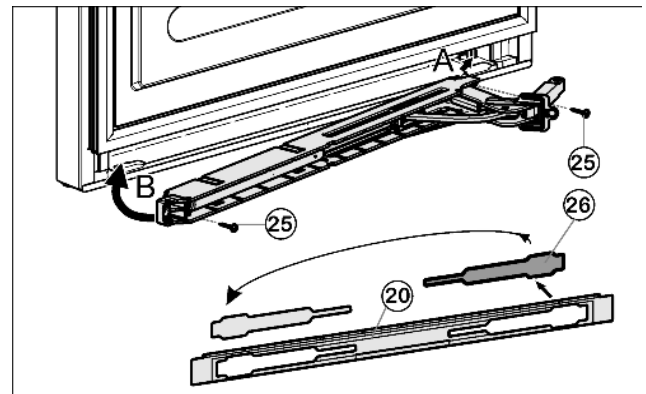

Рис. 13
- Насадите дверь на опорные болты Рис. 13 (42).
- Выньте защитную крышку Рис. 13(26) из заглушки Рис. 13 (20) и снова установите на другую сторону.
- Прикрутите доводчик (2 раза Torx 15) Рис. 13 (25).